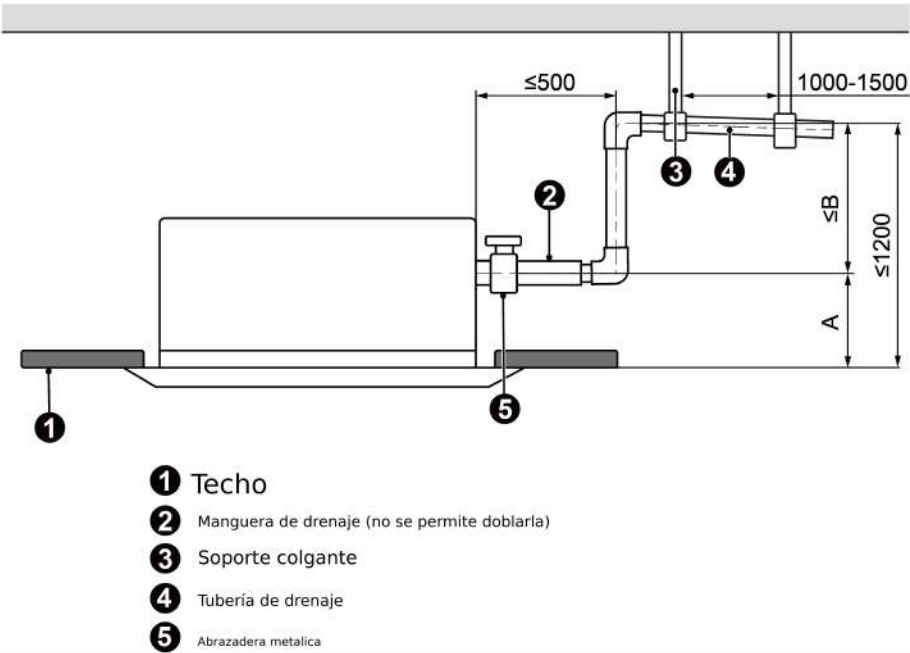

Fig.4.3.3
- (8) La altura de instalación de la tubería elevadora de drenaje debe ser menor que B. La pendiente desde la tubería elevadora hacia la dirección de drenaje debe ser de al menos 1%~2%. Si la tubería elevadora está vertical con la unidad, la altura de elevación debe ser menor que C, como se muestra en la Fig. 4.3.3.